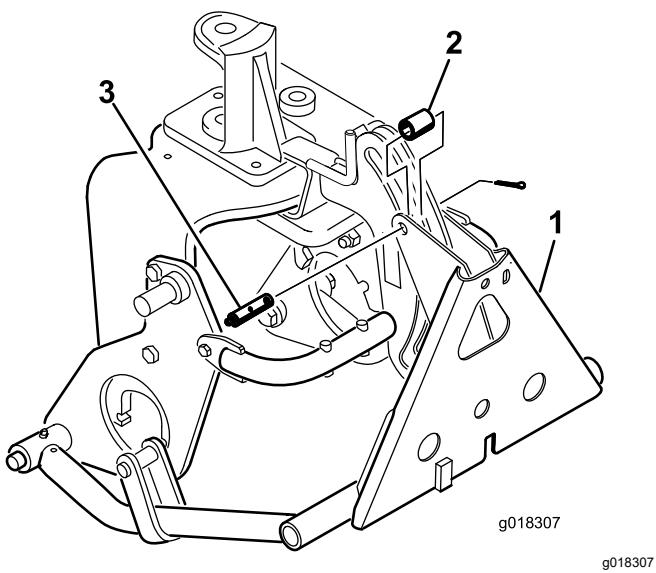

Рисунок 15
8. Закрепите адаптер рамы на раме сцепки с помощью трубы, шплинтуемого штифта и шплинта (Рисунок 15).